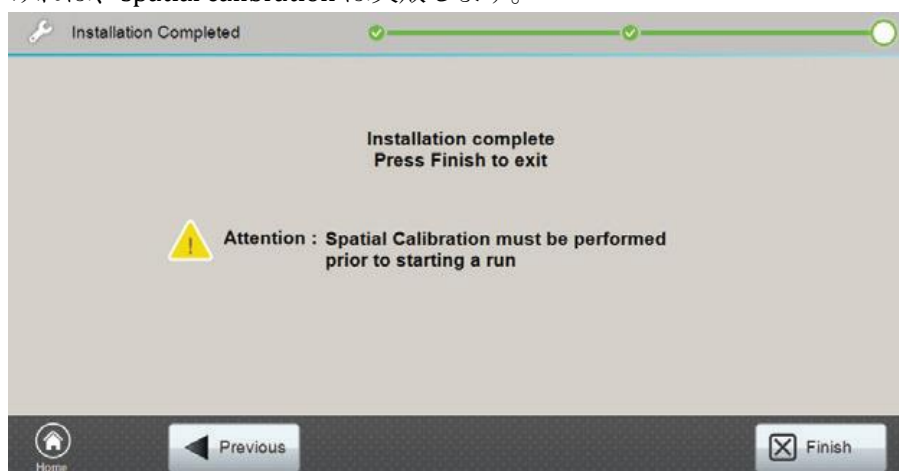

図 38 キャピラリーカートリッジの **Installation Completed** 画面
13. **Installation Completed** 画面がキャピラリーカートリッジの取り付けが完了したことを表示します (図 38)。この画面では新しいキャピラリーカートリッジでランを開始する前に **spatial calibration** が実施されなければならないことを表示しています (セクション 4.1 を参照)。
14. Installation Completed 画面（図 38）の **Finish** ボタンを押してください。
6. Installation Completed 画面（図 38）の **Finish** のボタンを押してください。